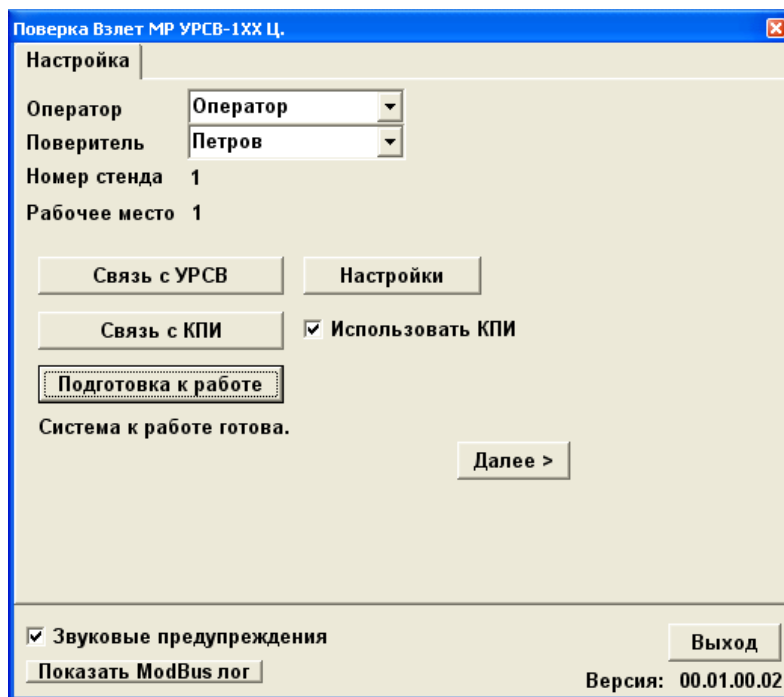

Рис.40. Основное окно программы после проверки готовности к работе
- 2.7.2. Введите в соответствующих окнах фамилию поверителя и номер рабочего места. Поставьте «галочку» в окне **Использовать КПИ**. Кликнув по иконкам **Связь с УРСВ** и **Связь с КПИ**, проверьте правильность подключения КПИ и поверяемого УРСВ-1хх ц к COM-портам ПК и параметры связи. Нажмите кнопку **Подготовка к работе**. После проверки готовности окно программы примет вид, показанный на рис. 40.
- 2.7.4. В появившемся основном окне программы (рис.40) нажмите кнопку **Далее**. Окно программы примет вид, показанный на рис. 42.